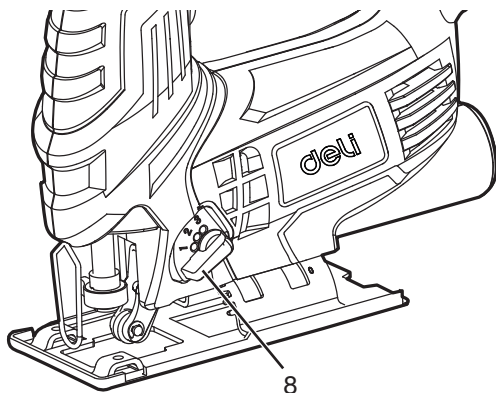

РИС.6
**Примечание.** Использовать криволинейный рез для металла или твердых пород дерева не разрешается. Чтобы отрегулировать режущее действие, переместите ручку переключателя режима криволинейного реза (8) в одно из четырех положений резания: 0, 1, 2 и 3. Положение 0 — прямой рез. Положения 1, 2 и 3 — криволинейный рез. Интенсивность реза увеличивается по мере перемещения ручки из положения 1 в положение 3, при этом в положении 3 обеспечивается самый интенсивный рез (см. рис. 6).